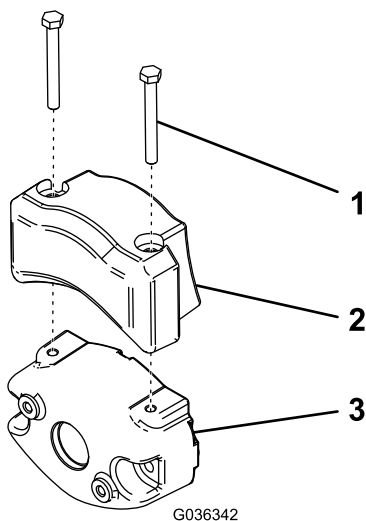

**Figura 48**
**Importante:** Quando occorre inclinare l'elemento di taglio, sostenete la parte posteriore dell'elemento per garantire che i dadi sulle viti di regolazione della barra di appoggio non poggino sul piano di lavoro (Figura 48).